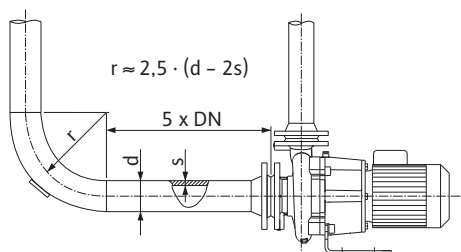
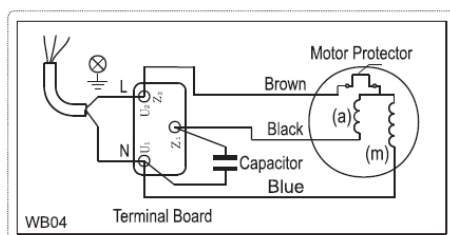

Fig. 4: Percurso de estabilização antes e depois da bomba
Fig. 5: Ligação de corrente alternada
- A ligação de rede depende da potência do motor P_2 , da tensão e do tipo de arranque. O circuito necessário das pontes de ligação na caixa de bornes pode ser encontrado na tabela seguinte assim como na Fig. 4 e Fig. 5.